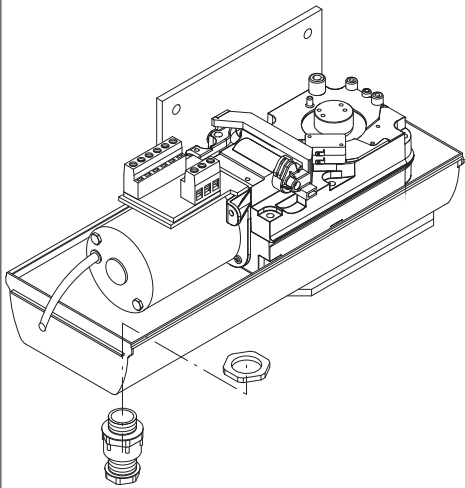

Рис. 12
- Установите кулачки концевых выключателей "R-FC1" и "R-FC2", как показано на Рис. 12, крепежные винты не затягивайте.
- Полностью закройте или откройте ворота. Поверните соответствующий кулачок до щелчка микровыключателя и зафиксируйте в этом положении, затянув соответствующие винты, как показано на Рис. 12.